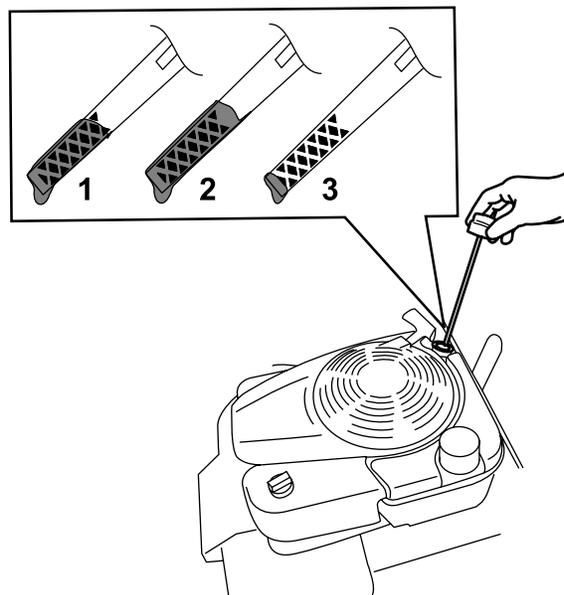

Рисунок 29
3. Извлеките масломерный щуп, повернув крышку против часовой стрелки и вытянув его (Рисунок 29).
10. Определите уровень масла по отметкам на щупе (Рисунок 29).